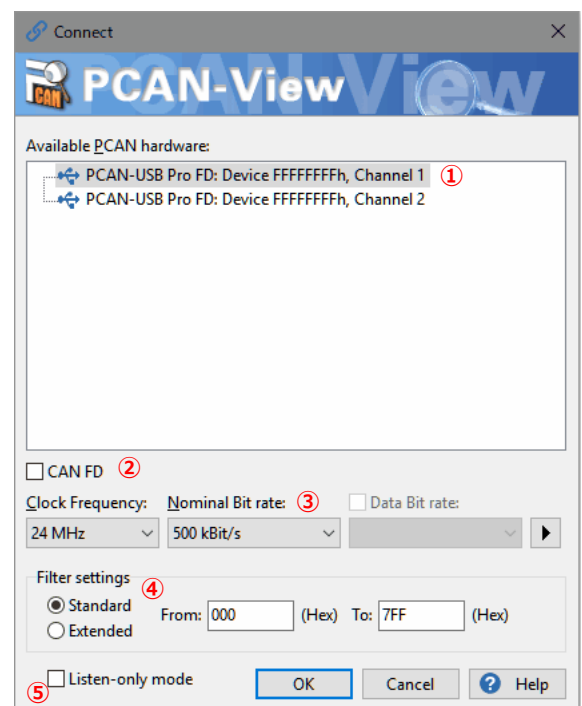

図 F-1
Available PCAN hardware に表示されているハードウェアを選択します。図 F-1 ① の例では、CAN1 の場合、[PCAN-USB Pro FD: Device FFFFFFFFh, Channel 1] を選択します。
CAN FD のチェックボックスを外します（図 F-1 ② 参照）。
Nominal Bit rate（図 F-1 ③ 参照）
Filter settings ボックス (図 F-1④ 参照)
Listen-only mode (図 F-1⑤ 参照)